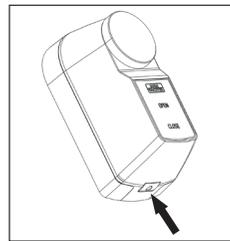
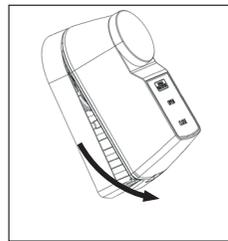

Abb. 1
Abb. 2
- 1 Drücken Sie den Verschlusshaken auf der Unterseite des Motorschlösses (Abb. 1) und trennen Sie die Motoreinheit von der Rückenschale (Abb. 2). Sie erhalten die beiden Einzelteile Motoreinheit und Rückenschale (Abb. 3)